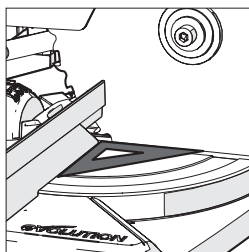

Fig. 14
- Posizionare la squadra sul banco con un bordo accostato alla battuta e l'altro lato corto contro la lama (evitando le punte TCT dei denti della lama) (**Fig. 14**).